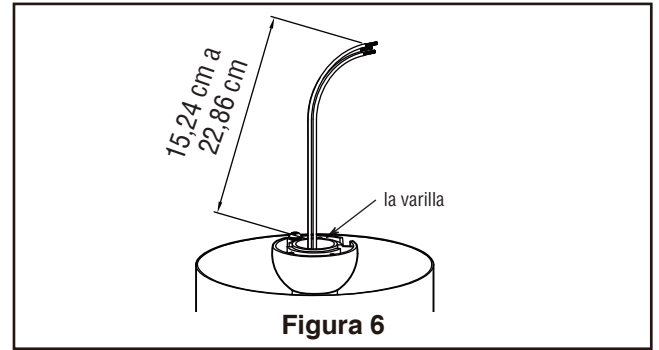

Figura 6
- ☐ 6. Corte el exceso de cable aproximadamente de 15 a 23 cm (6 a 9 pulgadas) por encima de la parte superior del barral. Pele 1,2 cm ($\frac{1}{2}$ ") del aislamiento en cada extremo del cable. (Figura 6)